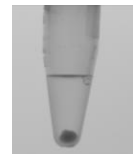

Abb.1: maximal empfohlene Pelletgröße
- 50 -200 µl von einer getrübbten Probe, um nach der Zentrifugation ein Pellet von maximal 2 mm zu erhalten (vgl. Abb. 1)
- Die Größe des Pellets kontrollieren, es enthält die Zellen aus der Probe. Das Pellet darf eine Größe von ca. 2 mm Durchmesser nicht überschreiten (siehe Abb. 1). Falls nötig, einen Teil vom Pellet mit dem Überstand verwerfen